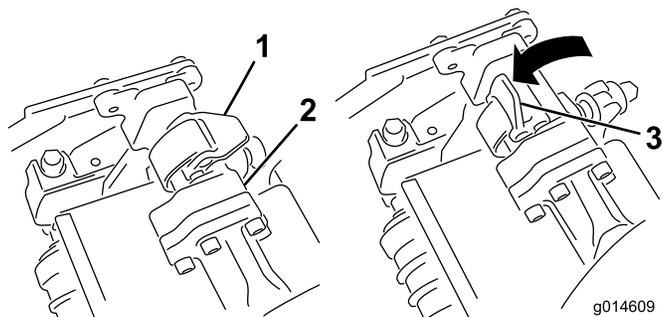
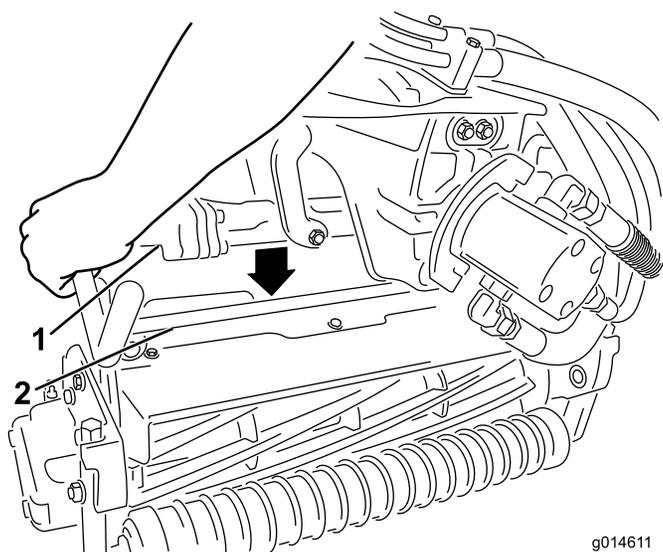

Figura 11
Figura 12
- Com os fechos na barra do braço de suspensão a apontar para cima (i.e., abertos) (Figura 11), empurre o braço de suspensão para baixo de forma a que a barra passe pela barra através da parte superior da unidade de corte (Figura 12).
6. Feche os fechos para baixo e em redor da barra da unidade de corte e bloqueie-os no sítio (Figura 11).